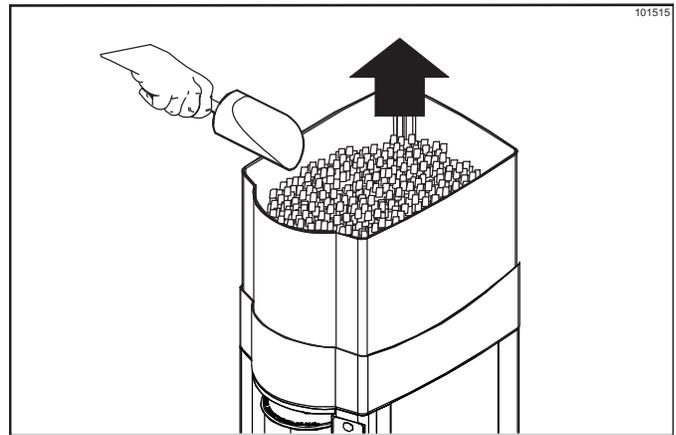

Figura 6-9
5. Retire la tapa del depósito de hielo. Extraiga todo el hielo posible con una cuchara limpia y desinfectada. (Véase la figura 6-9).